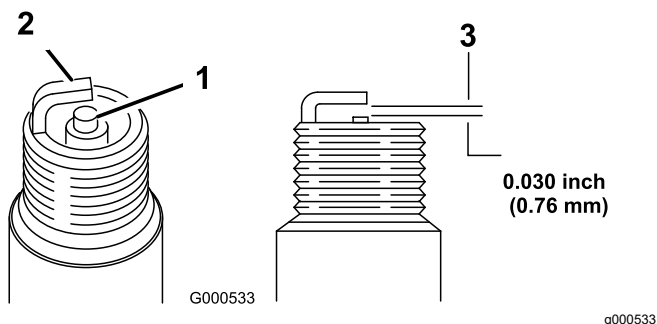

Figura 43
1. Mire la parte central de las bujías (Figura 43).
2. Compruebe la separación entre los electrodos central y lateral (Figura 43) y doble el electrodo lateral si la separación no es correcta.